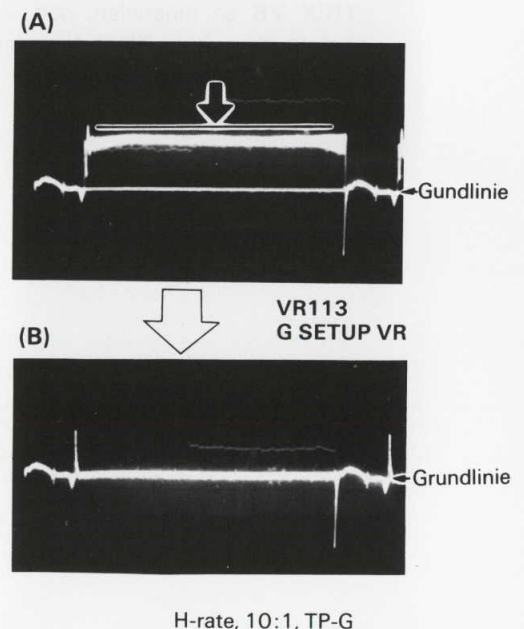

Fig. 4-14-2 Abgleichen der G-Schwarzabhebung
- (7) Sonde an **TP-G** anschließen.
- (8) **R113 G SETUP VR** voll im Uhrzeigersinn drehen (**Fig. 4-14-2 (A)**).
- (9) Wie in **Fig. 4-14-2 (B)** gezeigt, **VR113** langsam drehen und mit dem Drehen aufhören, wenn der G-Schwarzabhebungspegel auf die Grundlinie der Wellform ausgerichtet ist.